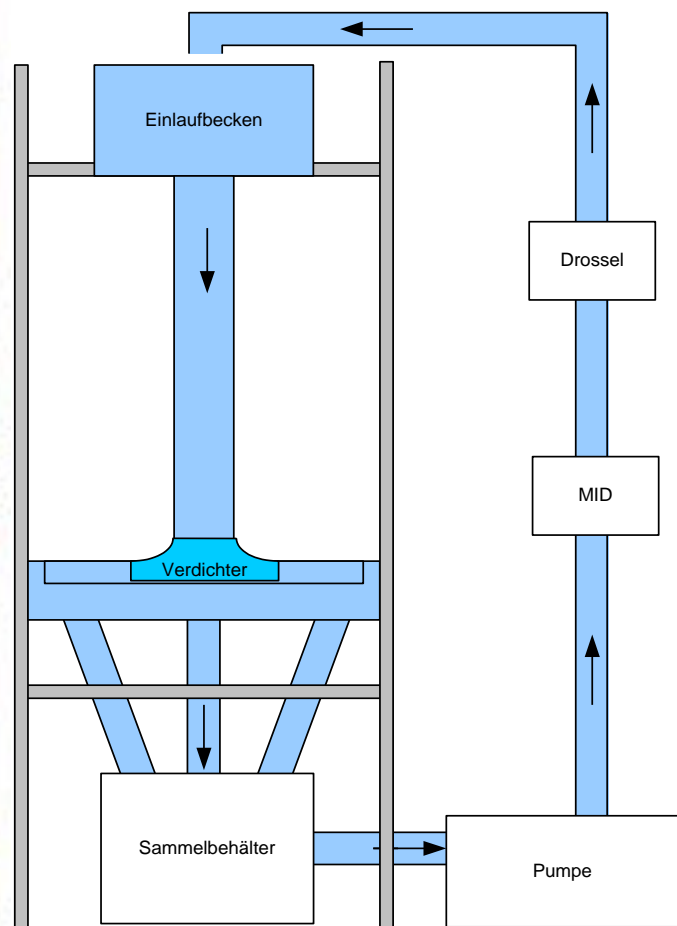

Abbildung 11: Prüfstand
Abbildung 11 zeigt den Wasserkreislauf. Vom Einlaufbecken (1) läuft das Wasser vertikal durch ein Plexiglasrohr (2) zum Verdichter (3). Nachdem das Wasser den Verdichter passiert hat, wird es in der Ringleitung (4) gesammelt, und durch 6 Schläuche (5) zum Sammelbehälter (6) geführt. Nach dem Sammelbehälter befindet sich die Pumpe (7), welche das Wasser zurück zum Einlaufbecken pumpt. Nach der Pumpe wird der Volumenstrom elektromagnetisch gemessen (8) und der Durchfluss eingestellt (9). Der Verdichter wird durch einen Elektromotor angetrieben, der durch einen Frequenzumrichter (FU) gesteuert ist. Die Drehzahl des Laufrades ist so, dass eine Frequenz von 5 Hz 300 RPM entspricht. Das Laufrad besteht aus Titan und hat 14 Schaufeln (7 „full“ und 7 „splitter“ Schaufeln). Der Diffusor hat 11 Schaufeln. Das Einlaufrohr, sowie die Diffusorplatte bestehen aus Plexiglas. Dies erlaubt in der ganzen Verdichterstufe eine vollständige Analyse und Visualisierung der Strömung.